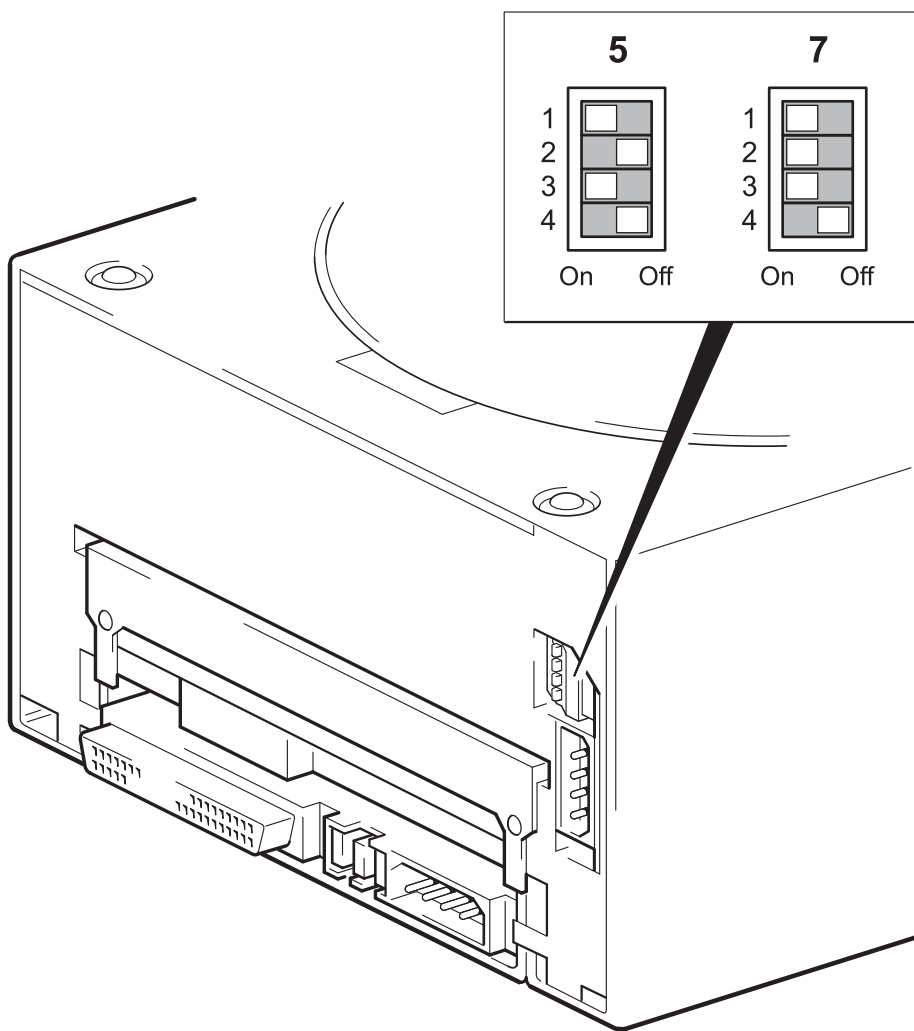

Figura 4: verificar a chave de opção
- 1 Verifique se a chave de opção do autoloader (chave superior na figura 4) esteja ajustada para o valor correto, como indicado na tabela acima. Basta ajustar o valor da chave para 5 para estações de trabalho Sun executando Solaris v. 2.6 ou inferior .
- 2 Se a chave de opção não estiver definida com o valor correto para o sistema, altere os valores-padrão das chaves de configuração localizadas na parte traseira do dispositivo, como mostra a figura 4.